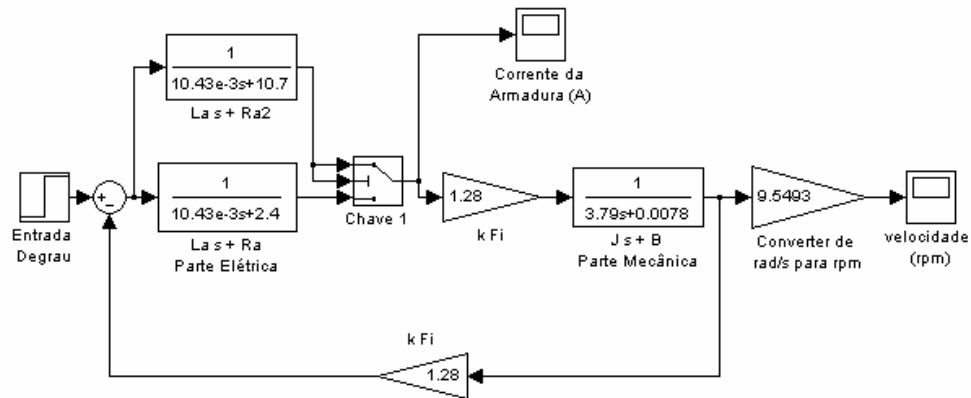

Figura 7 - Diagrama em blocos com resistor de partida de 8,3 Ω e chave de comutação.
- 14) O modelo mostrado na figura 7 representa uma partida com resistor de 8,3 Ω. Quando a corrente de partida cai a 10 A o resistor é curto-circuitado. Plote $I_a \times t$ e $\omega \times t$. Comente os resultados.